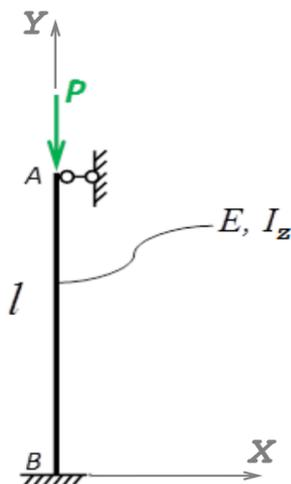

Рисунок 2. Схема нагружения стержня.
**Задание 2.** Найти критическую силу первой формы потери устойчивости, коэффициент приведения длины сжатого стержня (рисунок 2).